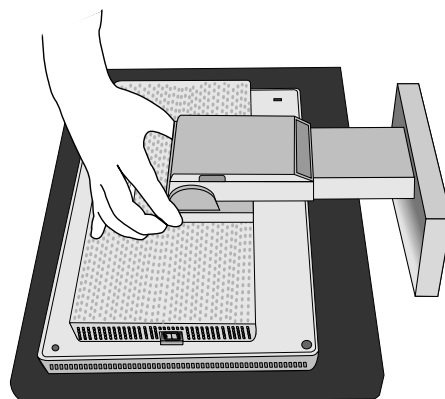
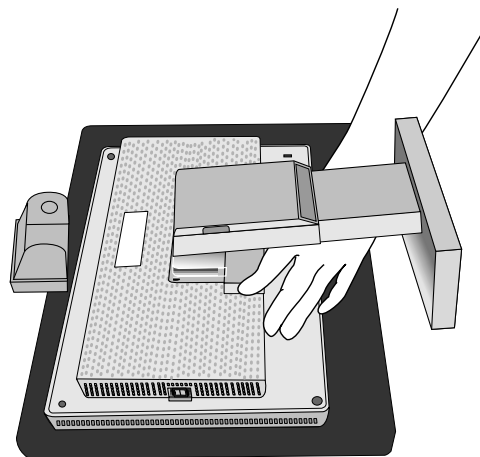

Рисунок R.1
Рисунок R.2
4. Снимите крышку шарнира (**Рисунок R.1** и **Рисунок R.2**).